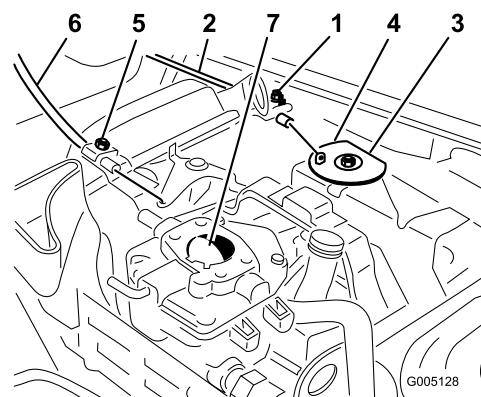

Figura 50
1. Afloje el tornillo de la abrazadera que fija el cable al motor (Figura 50).
3. Tire firmemente del cable del acelerador hasta que la parte trasera del pivote entre en contacto con el tope (Figura 50).
- Tire firmemente del cable del estárter hasta que la palomilla esté cerrada del todo, luego apriete el tornillo de la abrazadera (Figura 50).